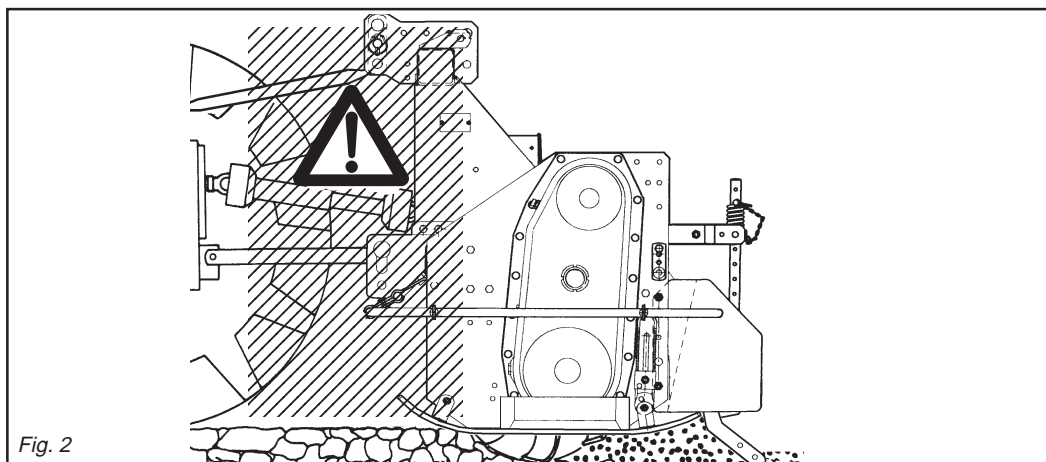

Fig. 2
- 24) Es ist absolut verboten, bei laufendem Motor und eingeschalteter Gelenk-welle zwischen den Schlepper und das Gerät zu treten (Abb. 2). Dazu muß die Feststellbremse gezogen werden und unter die Räder ein Bremskeil oder ein großer Stein gelegt worden sein.
- 24) *Il est absolument interdit de se mettre entre le tracteur et l'appareil (Fig. 2) quand le moteur est en marche et le cardan enclenché, sans avoir tiré le frein de stationnement et bloqué les roues avec une cale ou un caillou.*
- 24) Está terminantemente prohibido colocarse entre el tractor y el equipo (Fig. 2) con motor encendido y cardán inserido, o sin haber accionado el freno de estacionamiento y de colocar, debajo de las ruedas, una piedra u otro elemento de bloqueo.
- 28) È assolutamente vietato interporre fra il trattore e l'attacco della zappatrice per manovrare il comando dall'esterno per il sollevamento (Fig. 2).
- 28) It is absolutely forbidden to stand between the tractor and the implement when manoeuvring the lift control from the outside (Fig. 2).
- 28) Es ist absolut verboten, zwischen den Schlepper und den Anschluß zu treten, um die Aushebung von außen zu betätigen (Abb. 2).
- 28) Il est absolument interdit de se mettre entre le tracteur et l'attelage pour manoeuvrer la commande de relevage de l'extérieur (Fig. 2).